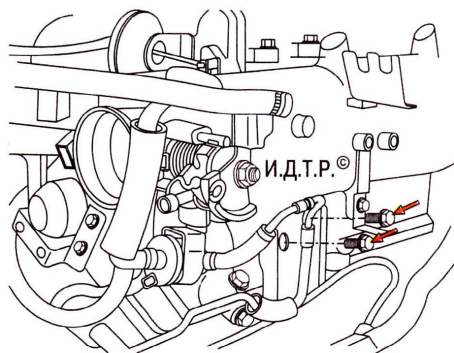
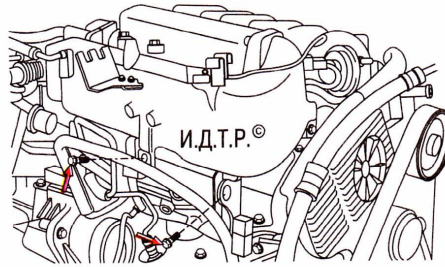
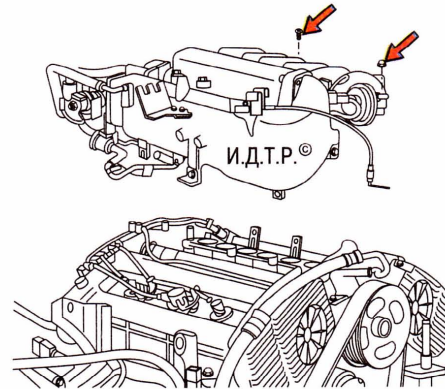

Рис. 12.15. Левое заднее крепление верхней части впускной трубы
Рис. 12.16. Правое заднее крепление верхней части впускной трубы
Рис. 12.17. Переднее крепление верхней части впускной трубы
13. Выверните по два задних болта крепления верхней части впускной трубы слева (рис. 12.15) и справа (рис. 12.16), отверните гайку и выверните передний болт крепления (рис. 12.17), после чего снимите верхнюю часть впускной трубы.